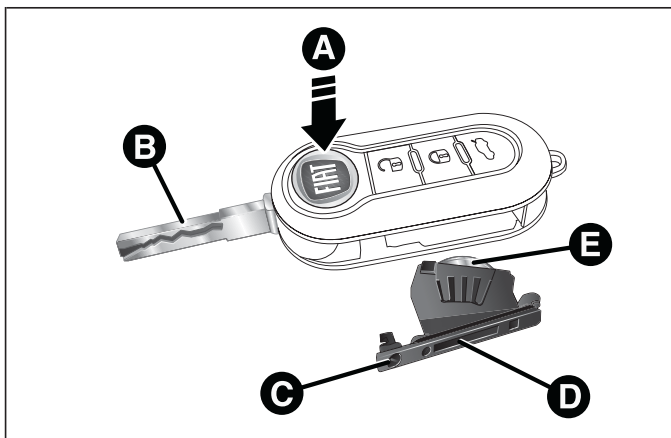

fig. 11
- premere il pulsante A fig. 11 e portare l'inserto metallico B in posizione di apertura;